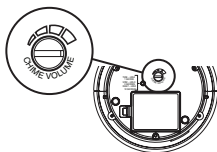

Figura 7
5. **Ajuste el control del volumen al volumen deseado (vea la Figura 7).**